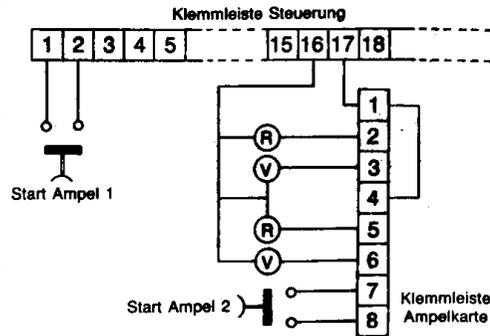

Abb. 4
- 4.C) Die Ampeln an die Klemmleiste der Karte "Ampel" anschliessen, wobei das Schema in Abb. 4 zu berücksichtigen ist.
4.D) Eine Taste des normalerweise geöffneten Typs an die Klemmen 1 und 2 der Klemmleiste der Steuerung (Abb. 4) anschliessen.
4.E) Eine weitere Taste des normalerweise geöffneten Typs an die Klemmen 7 und 8 der auf der Karte "Ampel" (Abb. 4) vorhandenen Klemmleiste anschliessen. Diese beiden Tasten starten Ampel 1 bzw. Ampel 2. Sollten beide Ampeln gleichzeitig gestartet werden, sieht das Programm selbst vor, entweder einen Einlass oder einen Auslass, je nach chronologischer Reihenfolge, auszuwählen.
4.F) Die Verbindungen der beiden Phasen der Anschluss-Spannung zwischen der Karte "Ampel" und der Klemmleiste der Steuerung (Abb. 4) vornehmen.